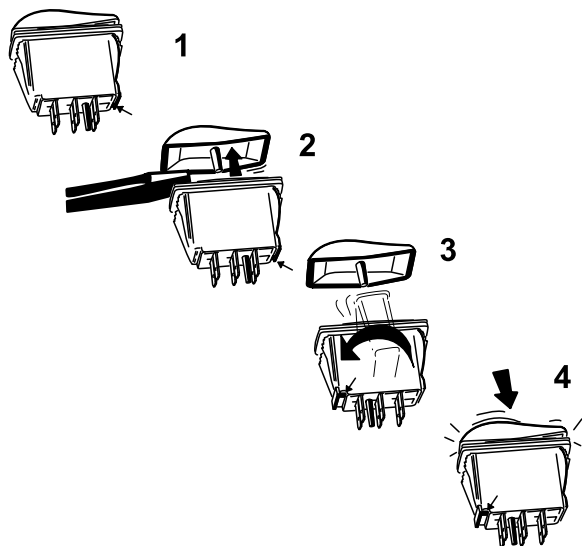

Figure 22
- B. À l'aide d'un tournevis à lame plate ou d'un outil similaire, soulevez délicatement les couvercles des interrupteurs à bascule pour les séparer du corps des interrupteurs (Figure 22).
- C. Maintenez le couvercle de l'interrupteur en position, pivotez le corps de l'interrupteur à 180 degrés pour placer l'encoche du connecteur dans le coin avant gauche (Figure 22).
- D. Enfoncez les couvercles sur le corps des interrupteurs dans le nouveau sens jusqu'à ce qu'ils s'enclenchent en place (Figure 22).